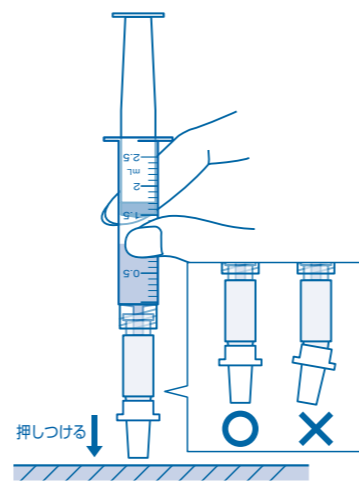

図12
⑫ 平らな面にチップを押しつけ、チップがまっすぐ付き、コネクタとチップの間にゆるみがないことを確認します。(図12)